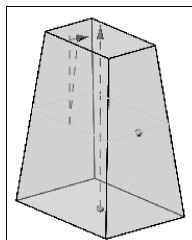

图 3-12 从截面
- 从截面：从拉伸截面曲线处拔模。其角度选项有【单个】和【多个】之分。【单个】就是截面曲线整体拔模。【多个】就是将截面曲线分成多段曲线，每段曲线可单独拔模，且单独拔模时取值可不相同，如图 3-12 所示。